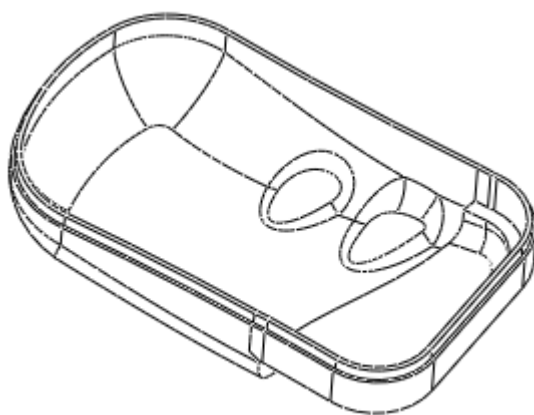

图 43-2
- (1) 单击菜单【文件】 【打开】命令。
- (2) 打开配书光盘中的模型文件“exe42.prt”，如图 43-2 所示。